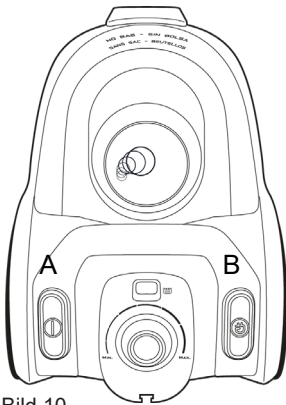

Bild 10
3. Drücken Sie die Fußtaste für den Kabeleinzug (**B**), um das Kabel einzuziehen. Führen Sie das Kabel dabei mit der Hand, bis das Kabel vollständig eingezogen ist. (Bild 10)